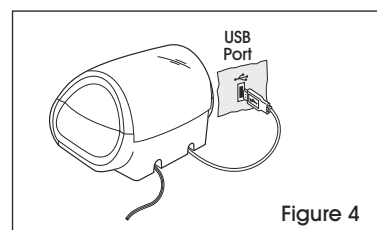

Figure 4
5. Insérez les câbles d'alimentation et USB dans les encoches et déposez l'imprimante. (Voir Figure 4)